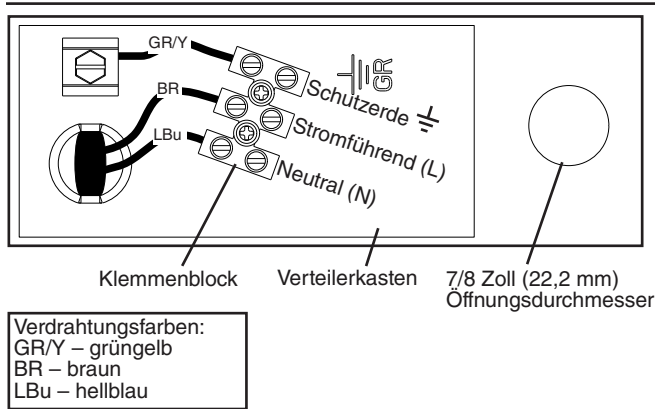

Abb. 7
- Die Neutraleiterklemme am Klemmenblock (hellblauer Draht) muss mit dem Neutraleiter der Stromversorgung verbunden werden. Siehe Abb. 7. **VORSICHT! Falsche Verdrahtung kann zu schweren Schäden am Eisbereiter führen.**